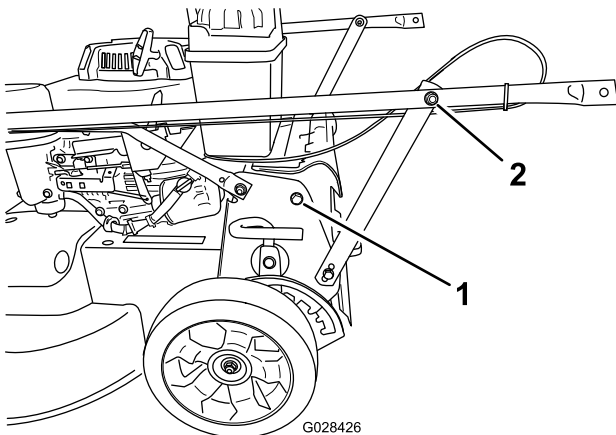

Bild 3
1. Entfernen Sie die zwei Schrauben vom Maschinenrahmen, wie in Bild 3 abgebildet.